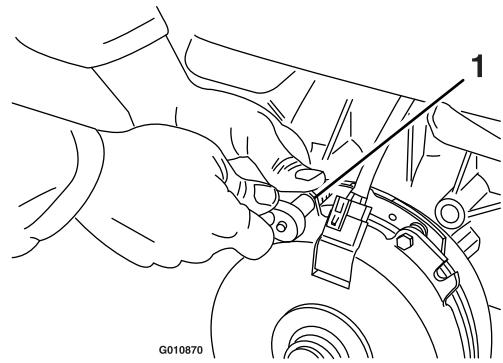

Figura 84
- A. Afloje ambos pernos de montaje del freno entre media y una vuelta, según se muestra en Figura 84.